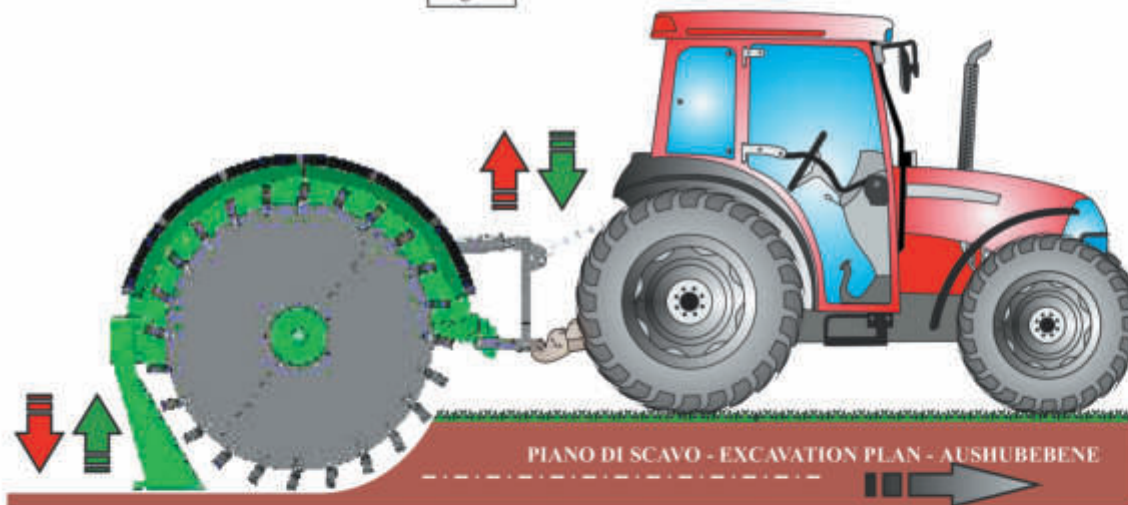

Fig.18
- se tende ad entrare nel fosso aumentando la profondità, occorre alzare il sollevatore come mostrato in **fig. 18**.
- if it has a tendency to go into the ditch and increase the depth, then raise the lift as shown in **fig. 18**.
- wenn sie dazu neigt, in den Graben zu treten und die Tiefe erhöht, muss die Hebevorrichtung gehoben werden, siehe **Abb. 18**.